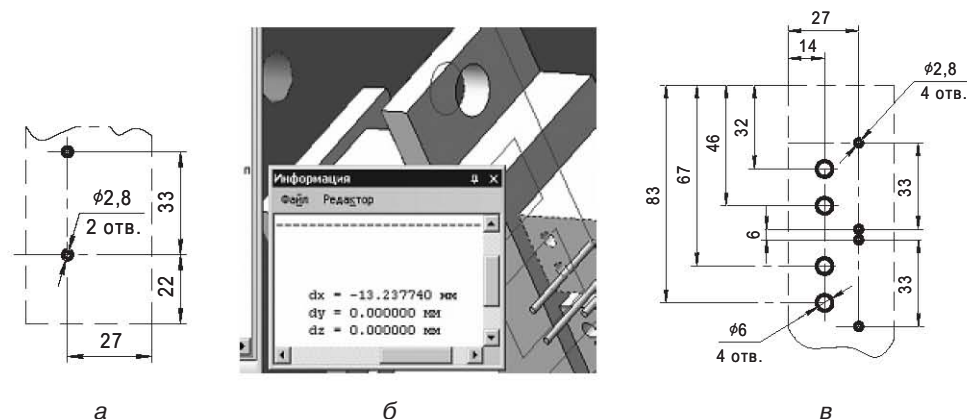

Рис. 3.58. Этапы подготовки к размещению в сборке новых компонентов
положение центров, приведя их к значениям, приведенным на рис. 3.58, а. Вырежьте эти отверстия в ПП.
23. Используя информацию из п. 10, определите расстояние от внутренней грани ПП до ближайшей к ней параллельной грани переключателя (рис. 3.58, б).
25. Откройте для редактирования эскиз (рис. 3.58, а) созданный ранее на лицевой грани ПП. Дополните его разметкой для установки на ПП последующих компонентов (рис. 3.58, в). Закройте эскиз.
4. Выполните **Операции** ▶ **Спроецировать объект**. Укажите на грани ПП установочное для переключателя отверстие $\varnothing 2,8$ мм (см. рис. 3.58, а) для